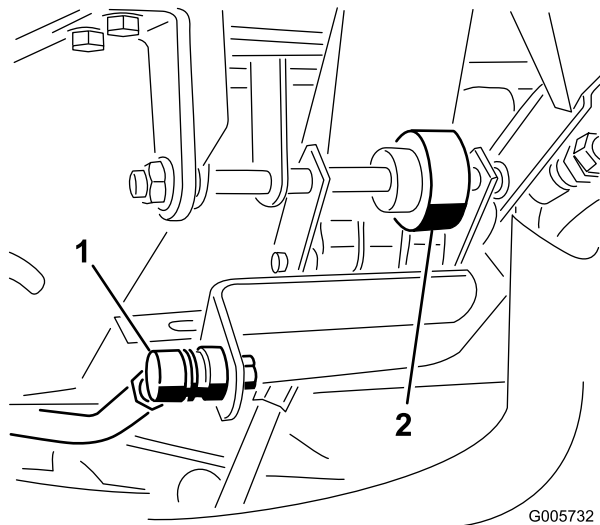

Figura 69
4. Ajuste a extremidade da barra de controlo (Figura 69) até que haja uma folga de 3 mm entre a parte de cima do parafuso batente do pedal de tracção e o pedal. Aperte as porcas flangeadas.
1. Desaperte ambas as porcas que fixam o eixo do pedal de tracção no lado direito do pedal (Figura 69).